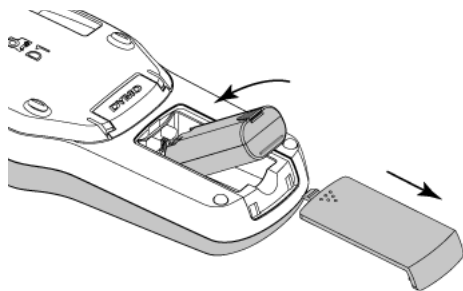

Figura 2
- 1 Far scorrere il coperchio del vano batteria per toglierlo dall'etichettatrice. Vedere la Figura 2.
- 2 Far scorrere il coperchio del vano batteria per toglierlo dall'etichettatrice. Vedere la Figura 2.